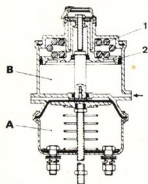

Fig. 11.7. - Desfrenado para marcha normal
— **Desfrenado para marcha normal** (fig. 11.7). — La presión en el cuerpo (B) comprime el muelle (1) por medio del pistón (2), con lo que las zapatas permanecen en reposo.